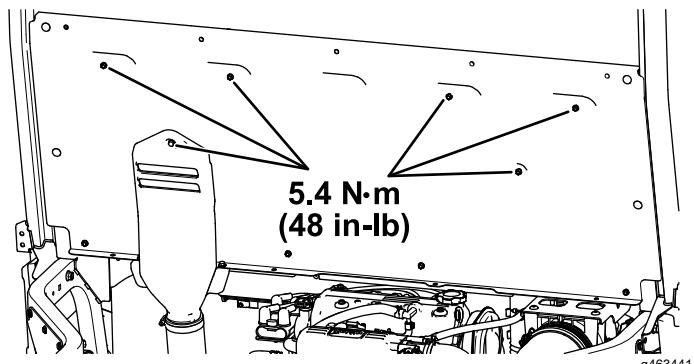

Figure 68
- H. Serrez les 11 boulons à tête hexagonale à embase ($\frac{1}{4} \times \frac{3}{4}$ po) et le boulon captif fixés au capot d'admission CVT à $5,4 \text{ N}\cdot\text{m}$ (48 po-lb), comme montré à la Figure 68.